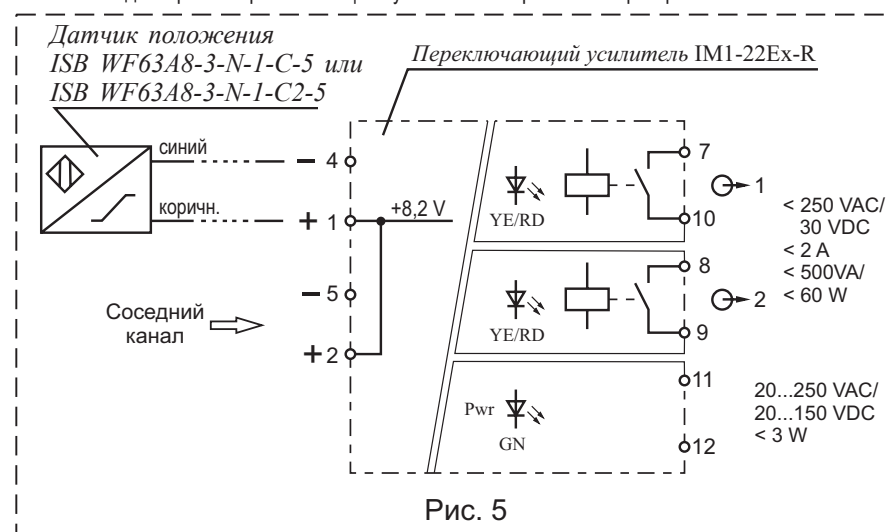

Рис. 5
4.4 Электрический монтаж датчика положения и переключающего усилителя производите в соответствии со схемой рис. 5 и руководством по эксплуатации на датчик положения и переключающий усилитель. Выходное реле переключающего усилителя открывается при срабатывании клапана.
Ручка управления 5 установлена на квадратный конец вала 4а (рис. 5) и закреплена при помощи винтов 4б.
датчика положения на другой (соседний) канал. Съем сигнала с усилителя производите с выхода соседнего канала (см. рис. 5 и руководство по эксплуатации (паспорт) на переключающий усилитель).